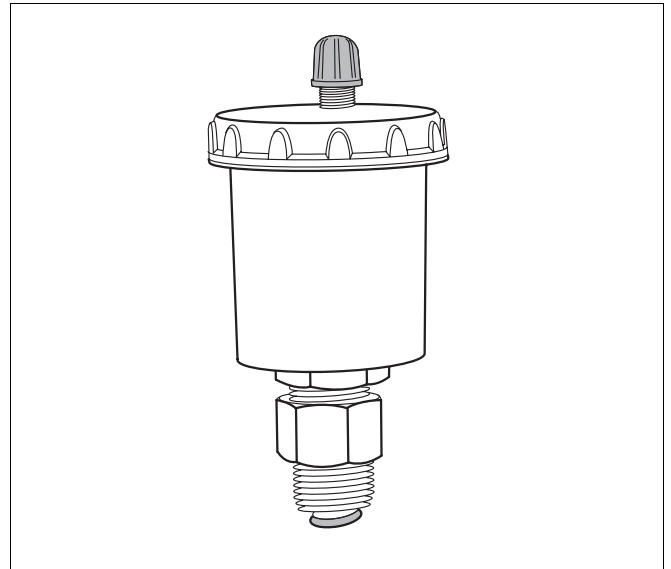

Abb. 5 Automatischer Entlüfter
- Automatischen Entlüfter mit Untersatz (Abb. 5) auf dem höchsten Punkt der Wasserleitung einbauen.